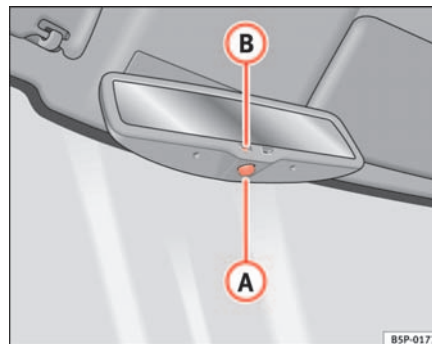

Abb. 90 Automatisch abblendbarer Innenspiegel
- Drücken Sie die Taste **A** ⇒ Seite 124, Abb. 90. Die Kontrollleuchte **B** erlischt.
- Drücken Sie die Taste **A** ⇒ Seite 124, Abb. 90. Kontrollleuchte leuchtet auf.